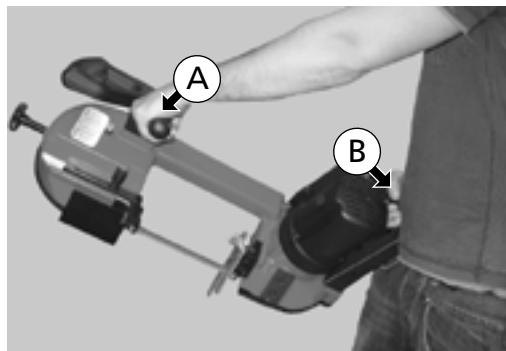
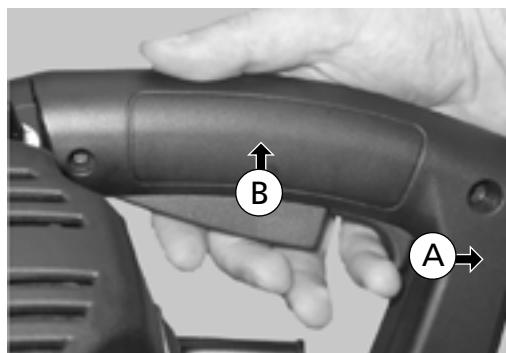

Fig. 42
Fig. 43
Para efectuar um corte manual com a serra de fita em modo portátil, agarre o manípulo superior com a mão esquerda e o manípulo inferior com a mão direita (Fig. 42).
Elementos da Fig. 42
Com a serra de fita na posição ilustrada anteriormente (Fig. 42), empurre para trás o actuador de desbloqueio (A) e depois levante o actuador de arranque (B). Ambos os gatilhos estão localizados no manípulo inferior (Fig. 43).
Elementos da Fig. 43